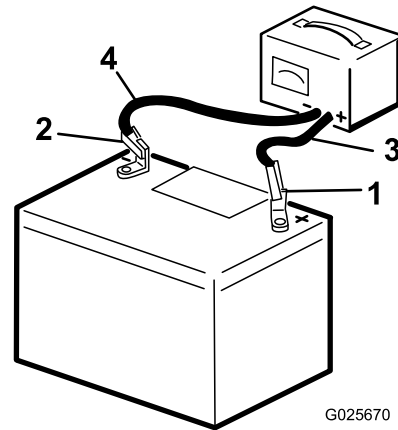

Figura 30
1. Cargue la batería durante 10 a 15 minutos a 25–30 A, o durante 30 minutos a 4–6 A (Figura 30).
2. Cuando la batería esté completamente cargada, desconecte el cargador de la toma de electricidad, luego desconecte los cables del cargador de los bornes de la batería (Figura 30).